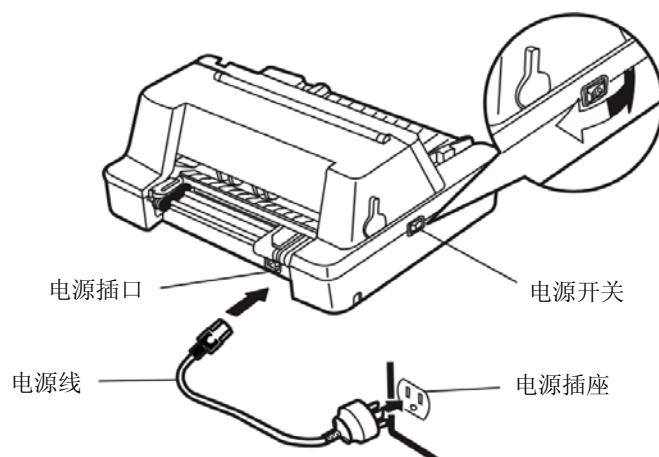

图 2-11 连接电源线
1. 如图 2-11 所示，确保打印机为关机状态（当开关被按下的一侧在“O”标注处时为关机状态）。
1. 打开电源（详见图 2-11）。